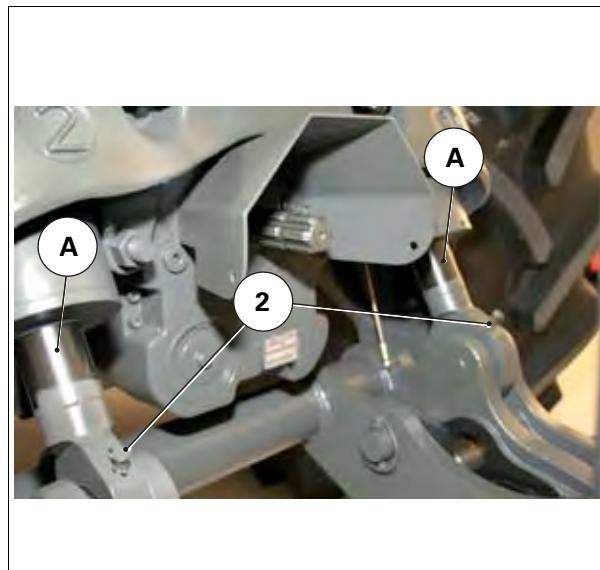

Рис. 4.
Важно: При длительном нахождении на складе штоки силовых цилиндров (A) рис. 4 не должны контактировать с воздухом (опасность возникновения коррозии и последующих утечек). Цилиндры должны быть полностью сжаты или смазаны.